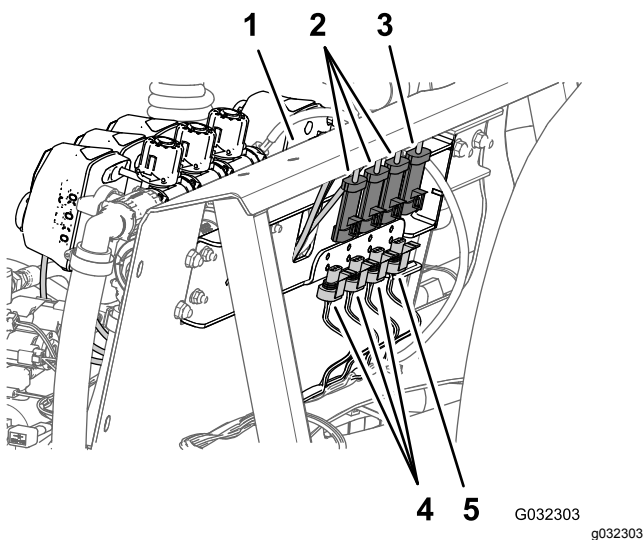

図 37
2. マニホルドマウント後部で、攪拌バルブから3ソケットコネクタを外し、ブームバルブ全部で3つから、それぞれ3ソケットコネクタを外す 図 37。